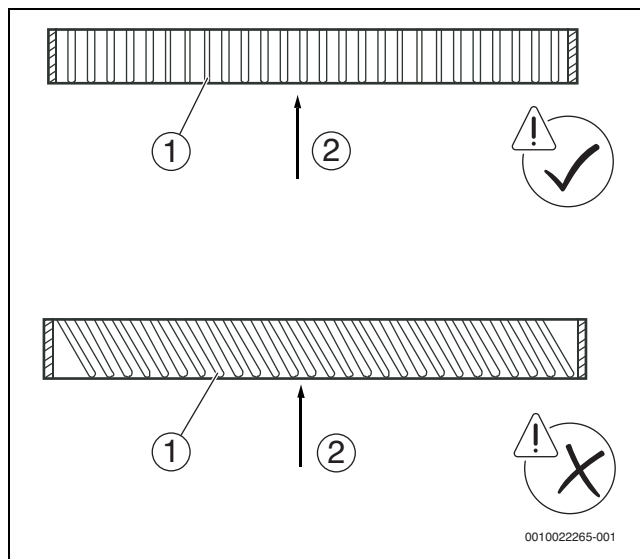

Fig. 218
- Vérifier que les grilles d'entrée d'air sont positionnées de manière à être parallèles au sens de l'entrée d'air. La grille d'entrée d'air ne doit pas former un angle par rapport au sens de l'entrée d'air, sinon le niveau de bruit augmenterait (→ figure 218).